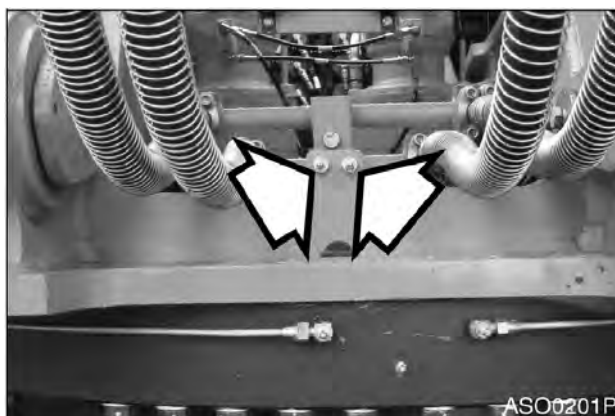

Рис. 68
3. Нажать смазочный фитинг и ввести смазку тавотницей в указанную точку. (Рис. 68)